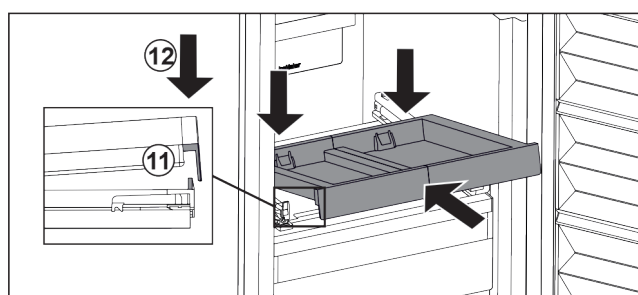

Fig. 104
- ▶ 倾斜推入。确保两侧的挡块位于卡舌后面。 Fig. 104 (11)
- ▶ 放下拉出式搁板前部。 Fig. 104 (12)